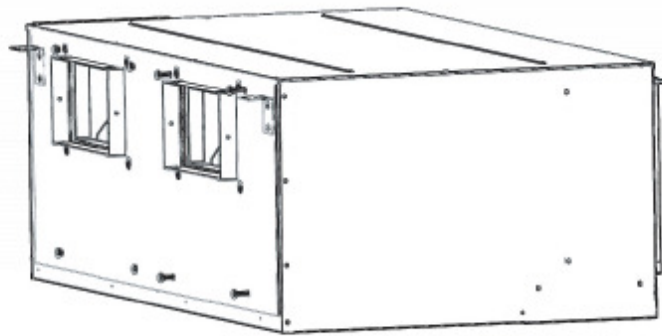

Fig.9-10
- 4) O persoana sprijina partea inferioara a ansamblului motorului ventilatorului; cealalta fixeaza suruburile M8 pentru ca ansamblul sa fie fixat pe placa din fata. (Fig.9-10)